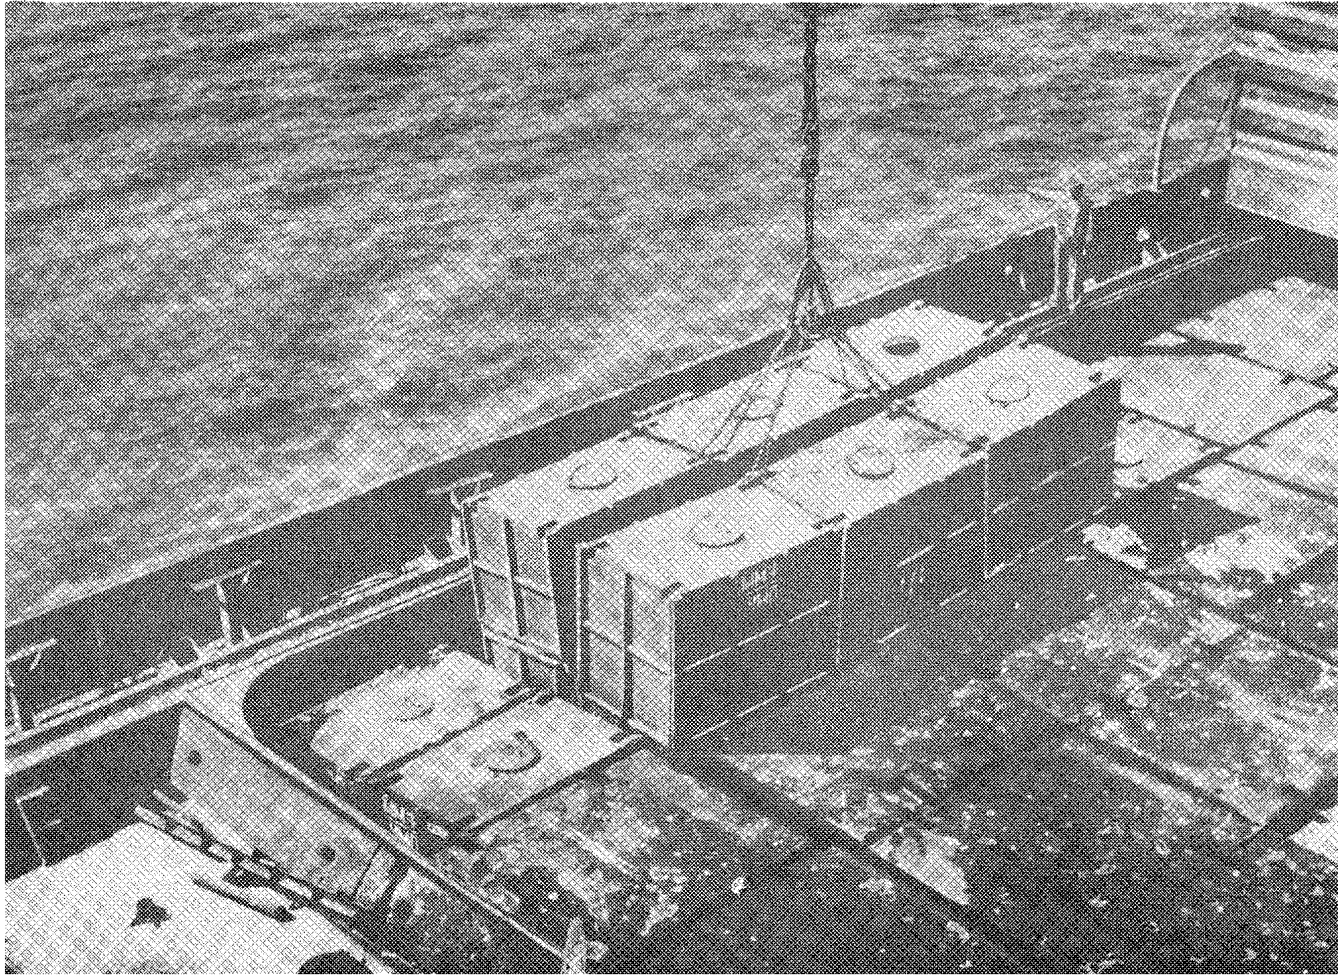

Рис.702.5. Перегрузка контейнеров краном, оснащенным захватом типа "Краб". Порт Рени
2. При использовании кранового захвата-самоотцепа типа "Крэн" допускается одновременная строповка до 6-ти порожних контейнеров (рис. 702.5). Строповку допускается производить как за два смежных, так и за одно из колец контейнера.